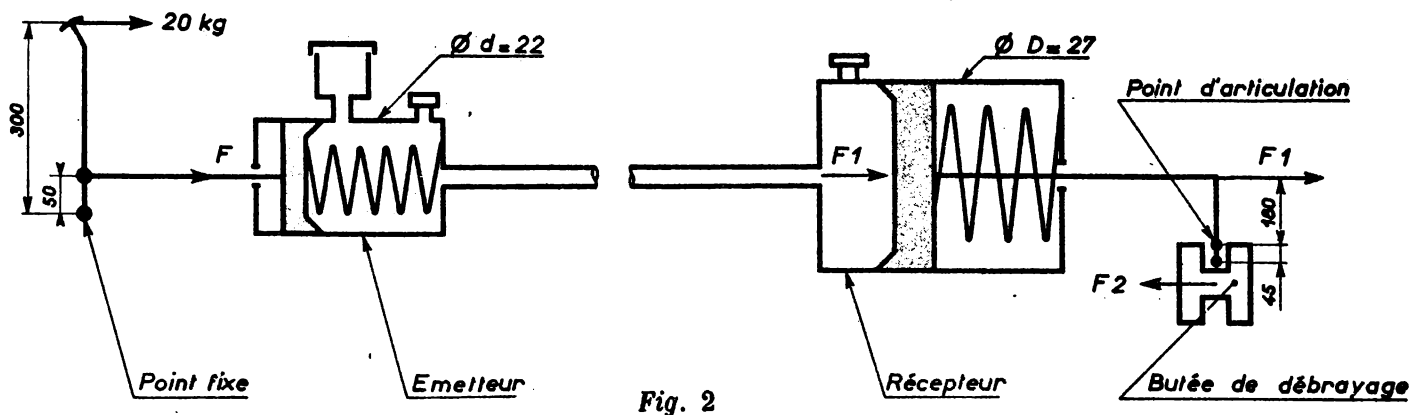

Fig. 2
a) Quelle est la force  $F$  appliquée sur le piston de l'émetteur lorsqu'on exerce une pression de 20 kilogrammes sur la pédale de débrayage (fig. 2) ?